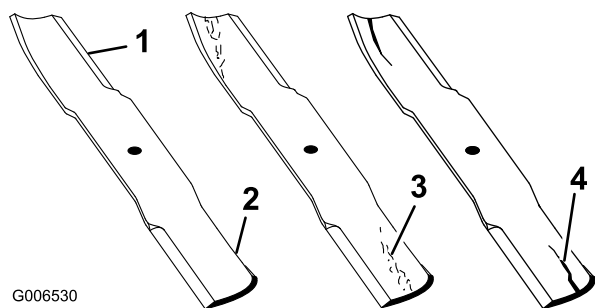

Figure 52
1. Examinez le tranchant des lames (Figure 52). Si les lames ne sont pas tranchantes ou si elles présentent des indentations, déposez-les et aiguisiez-les (voir Aiguisage des lames).
2. Inspectez les lames, surtout la partie relevée (Figure 52). Remplacez immédiatement toute lame usée ou qui présente une fissure ou une entaille (repère 3 de la Figure 52).